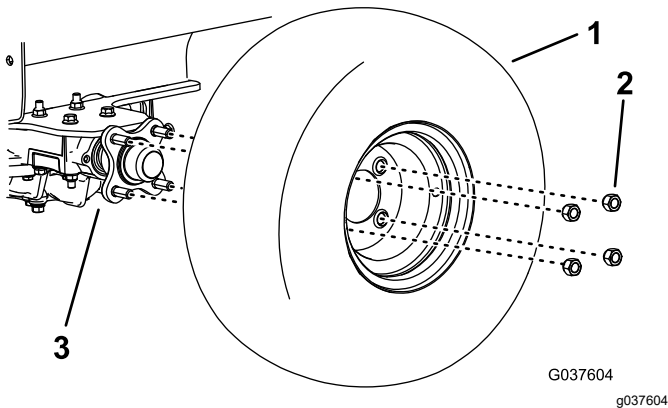

Figure 8
3. Déposez la roue droite (Figure 8).
13. Installez la roue droite, serrez les écrous de roue à un couple de 115 à 142 N·m et abaissez la machine (Figure 8).